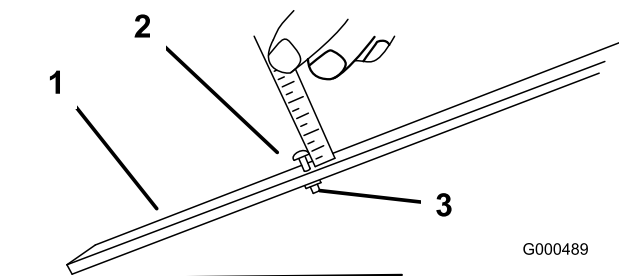

Figura 16
2. Afloje la tuerca de la barra de ajuste y ajuste el tornillo para la altura de corte deseada (Figura 16). La distancia entre la parte inferior de la cabeza del tornillo y la cara de la barra es la altura de corte.